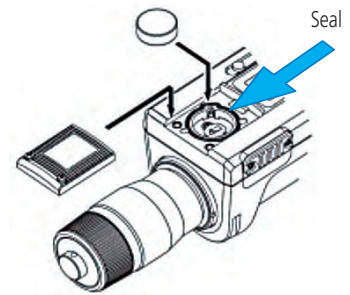

Fig. 2
8. เมื่อทำการเปลี่ยนแบตเตอรี่ตรวจสอบให้แน่ใจว่าเซลล์อยู่ในตำแหน่งที่ถูกต้อง (Fig. 2)